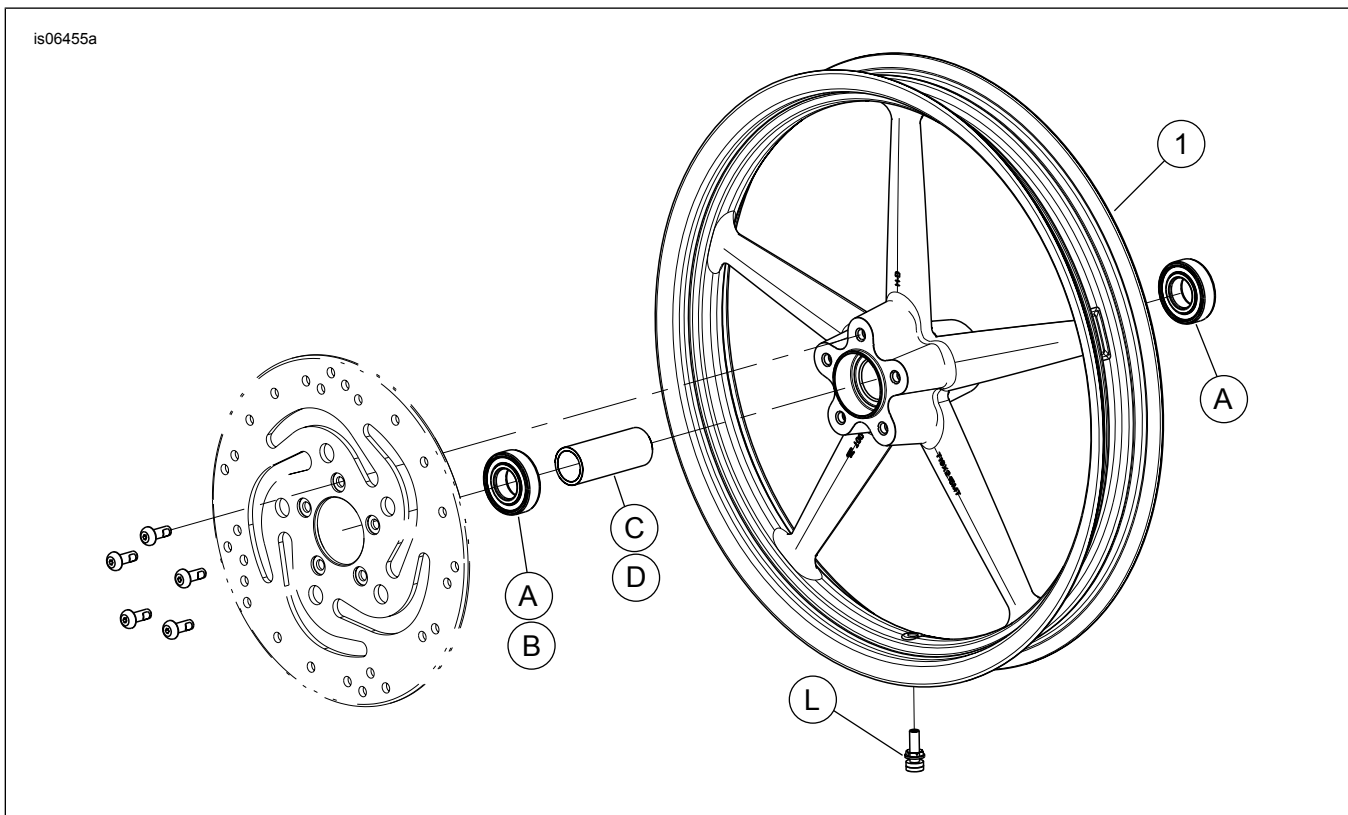

Figura 2. Peças de reposição: Roda dianteira Rocker
2. Veja Figura 2. Instale o conjunto da haste da válvula (L) na roda. Consulte PNEUS no Manual de serviço.